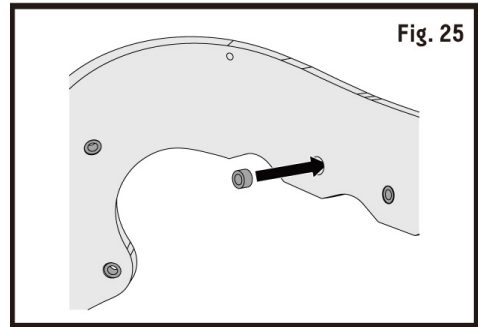

Fig. 25
1. Monter avstandsstykker i skovlhullene. (Fig. 25 og 26).